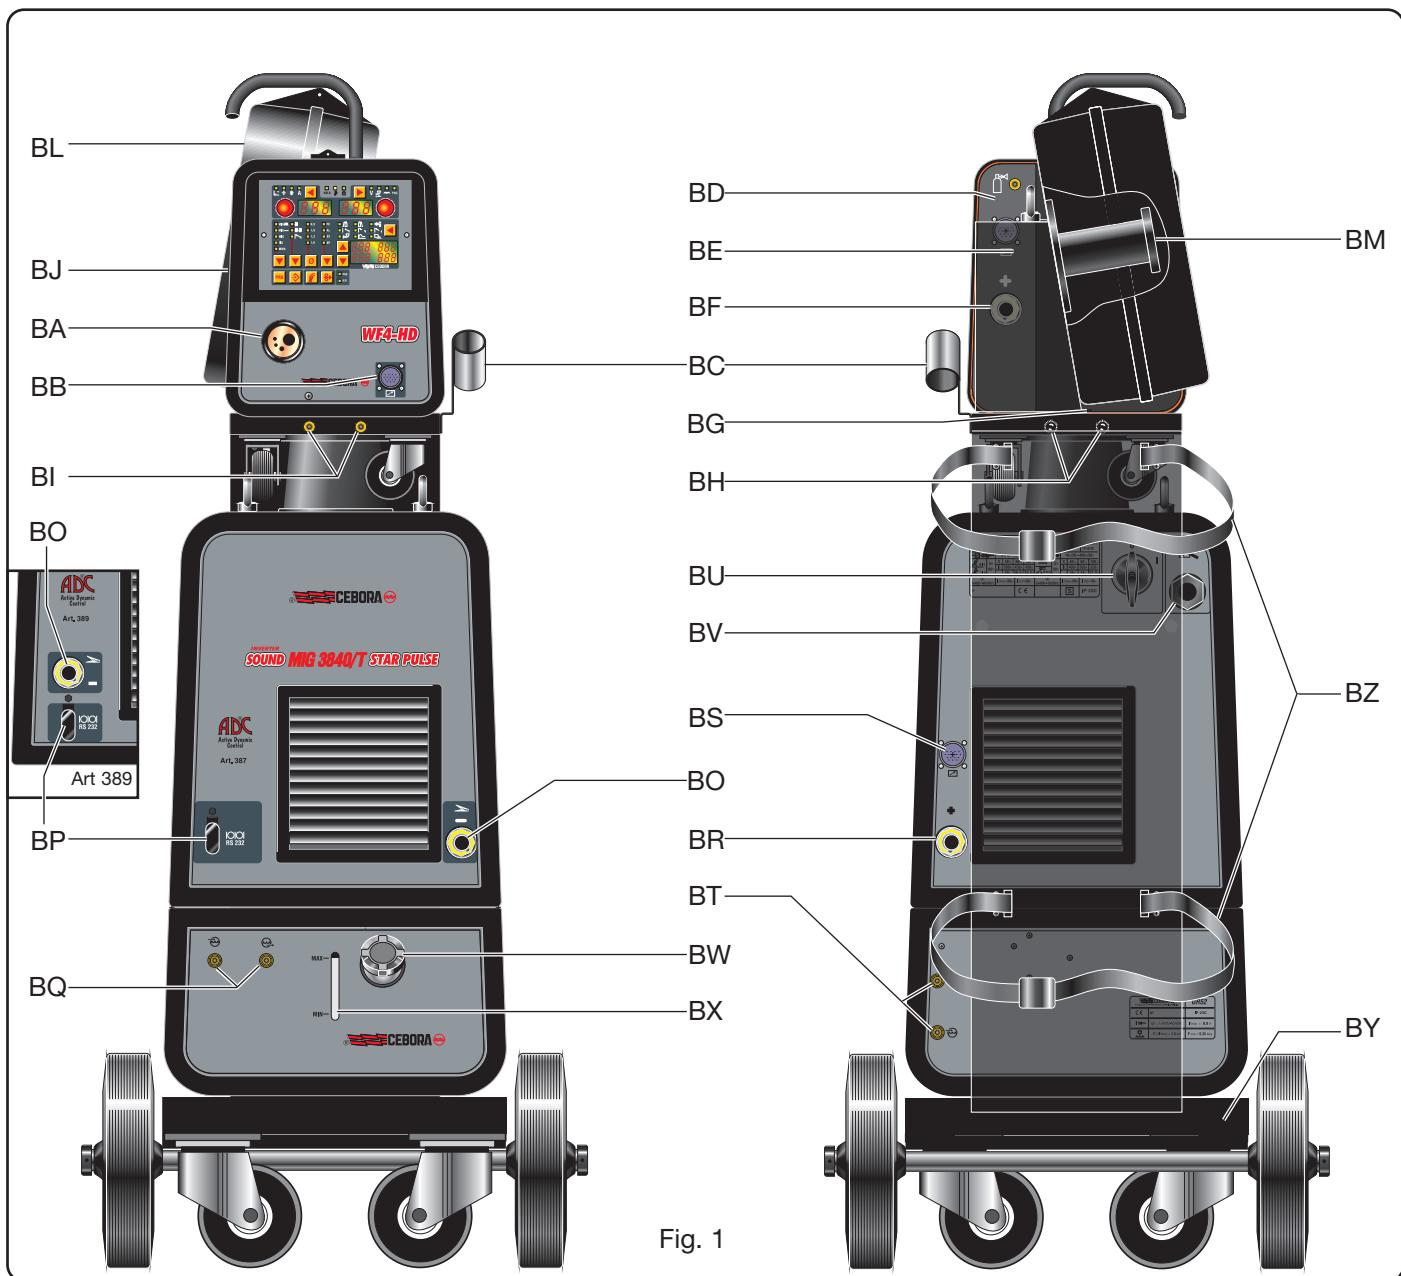

Fig. 1
2.1.2 Descrição do gerador (Fig. 1)
2.2.1 Descrição do cofré (Fig. 1)
(Fig. 1)
2.4 COFRÉ DE TRANSPORTE (Fig. 1)